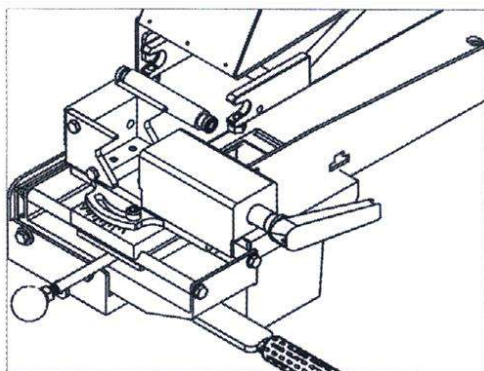

Рисунок 5
- => Снимите шлифовальный ролик, потянув его на себя. Шлифовальный ролик удерживается на месте двумя подпружиненными шариками (см. Рис. 5).